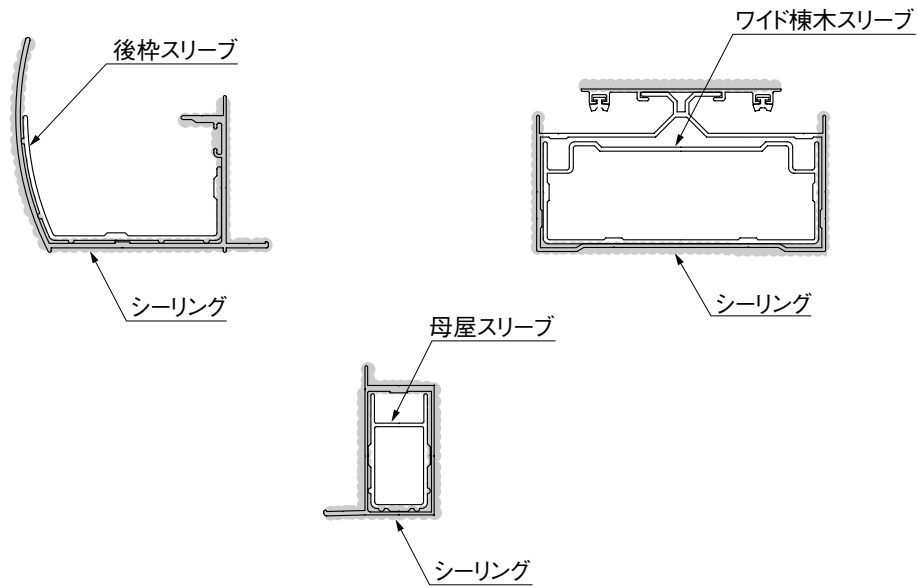

図2-5
- ❷ ワイド棟木の接続部分に、ワイド棟木止水パッキンを貼付けてください。(図2-5参照)